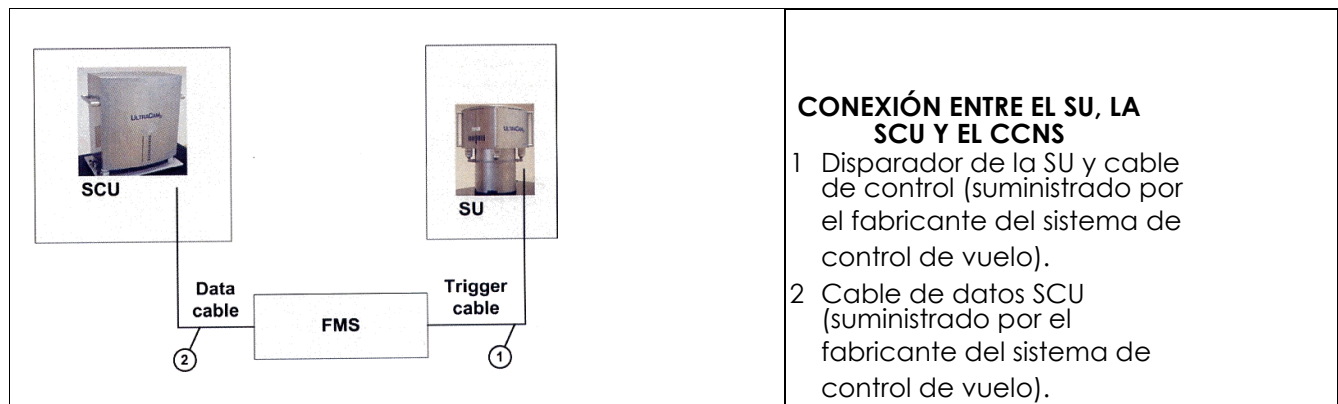

Figura 49. Cables de conexión entre el Sensor Unit (SU), la Storage and Computing Unit (SCU) y el sistema de control de vuelo.
3. Conecte el sensor unit (SU) y la storage and computing unit (SCU) al sistema de control de vuelo, ver Figura 49.